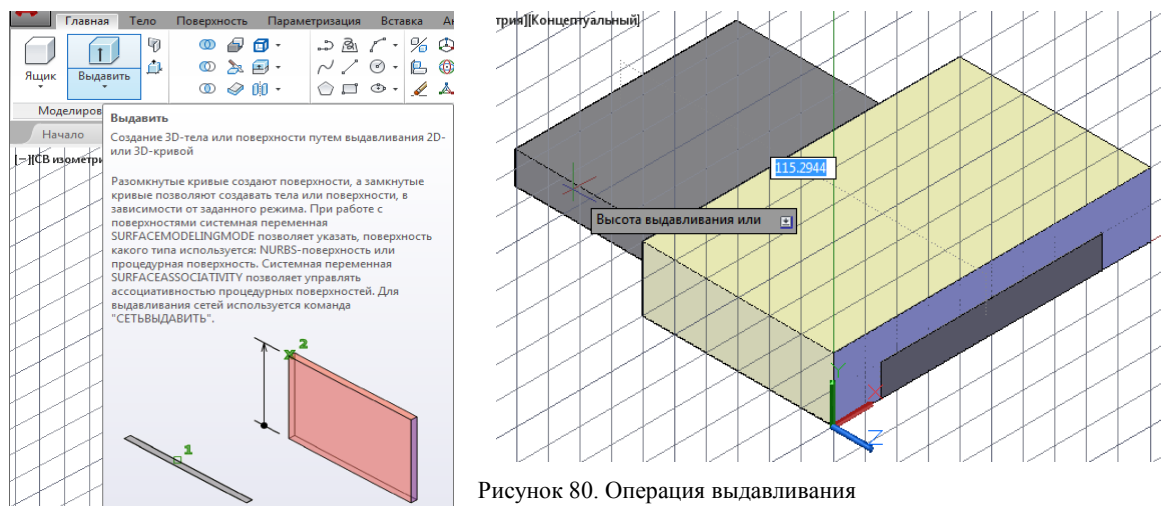

Рисунок 80. Операция выдавливания
**Третья операция – Выдавливание.** С помощью команды выдавить (рисунок 80) выдавить полилинию, указав режим Тело на высоту выдавливания 60 мм. Не забывая при этом, что и выбор элемента, и окончание операции подтверждаются в AutoCAD клавишей Enter. А выдавливание идёт в направлении, указываемом движением мышки.